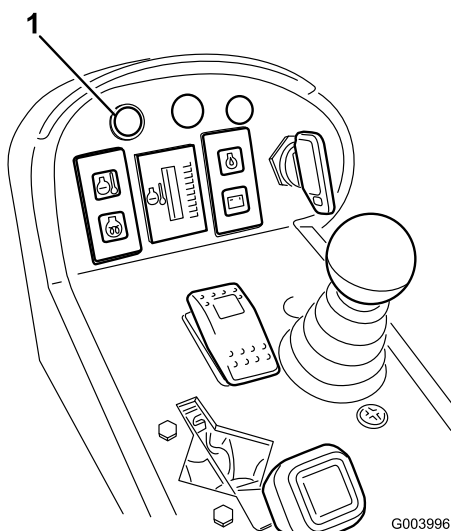

Figura 39
3. Retire y cambie el filtro (Figura 39).